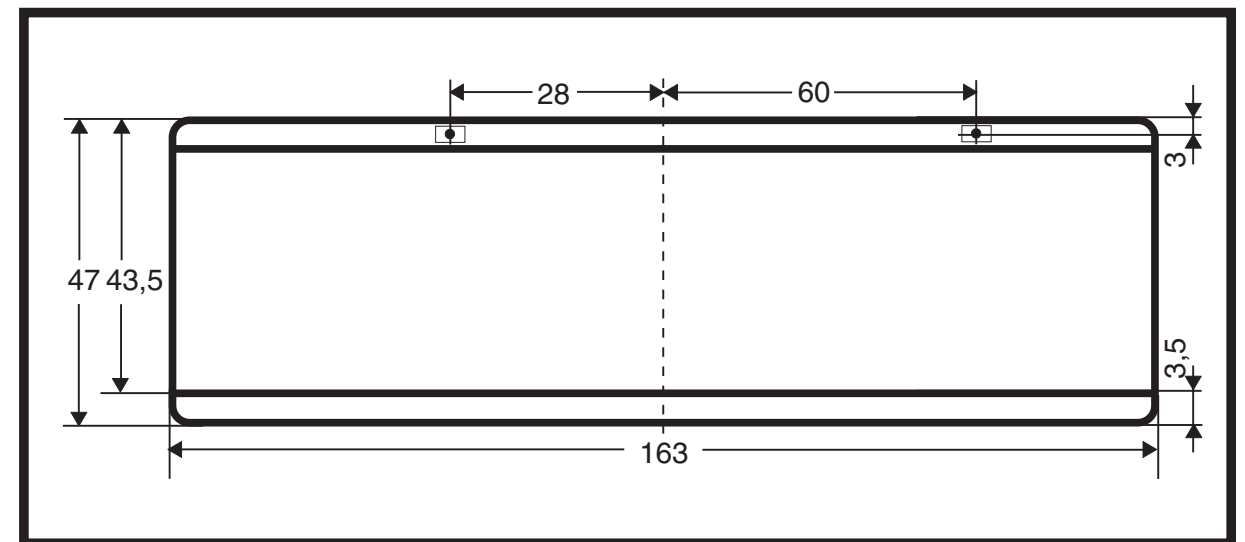

FIG. 6
b) El lateral se entrega terminado, con las trabas soportes instaladas y laminadas ubicadas en relación a la instalación de los soportes dentados. (fig.6)